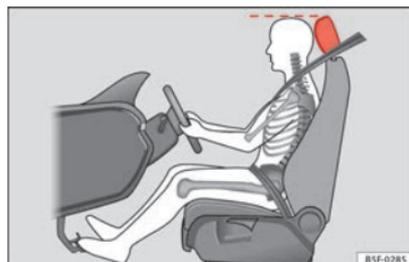

Fig. 83 Position correcte de l'appuie-tête du conducteur
- Réglez l'appuie-tête de sorte que le bord supérieur de celui-ci soit à la même hauteur que la partie supérieure de votre tête » **fig. 83.**